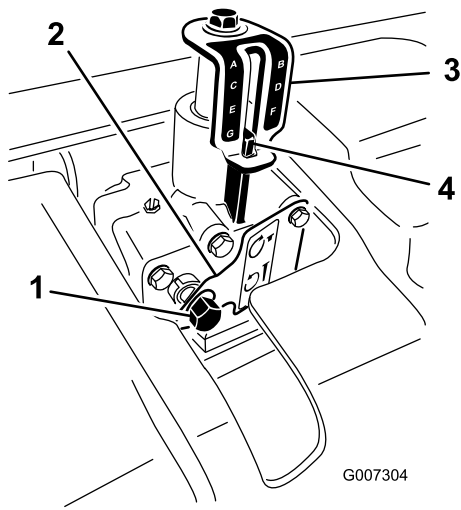

Figure 23
3. Insérez une douille de 9/16 pouce munie d'un rochet sur l'arbre d'entrée du dispositif de réglage de profondeur (Figure 23).
- Tournez le dispositif de réglage de profondeur dans le sens horaire pour réduire la profondeur d'aération et dans le sens antihoraire pour augmenter la profondeur d'aération. (Figure 23).
- Tournez l'arbre d'entrée du dispositif de réglage de profondeur jusqu'à obtention de la profondeur voulue, comme montré sur l'autocollant indicateur de profondeur (Figure 23).